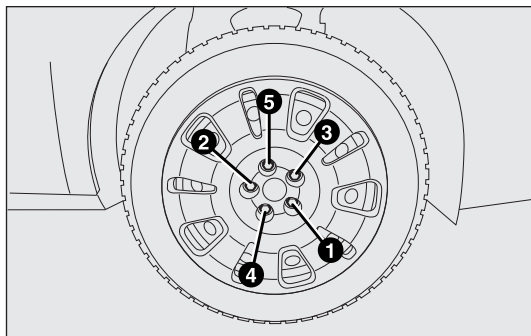

рис. 139
- с помощью ключа из комплекта инструментов до конца затяните болты крестообразно, переходя от одного до диаметрально противоположного, в порядке, показанном на рис. 139.